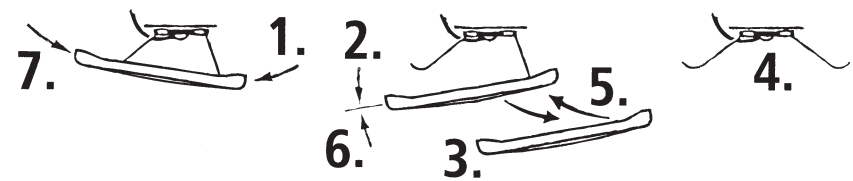
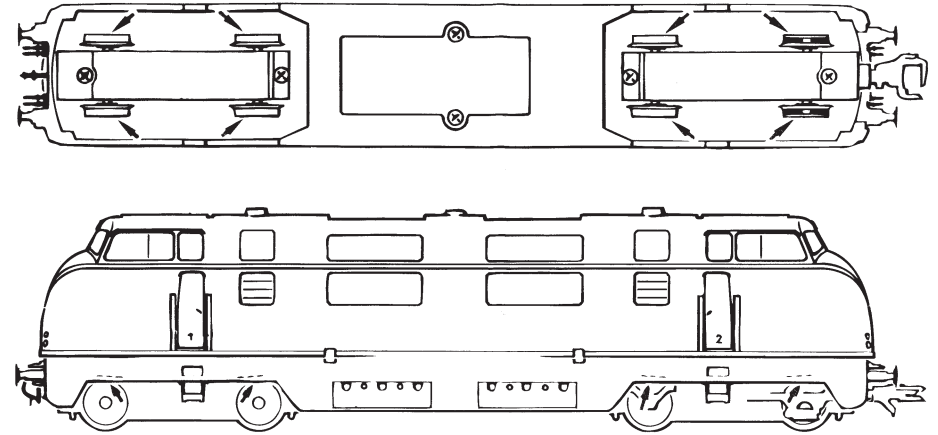

Fig. 7
Fig. 4
**5. Kohlebürstenwechsel:** Lokgehäuse abnehmen (Fig. 4). Danach wird der **Motor ausgebaut** (Fig. 10) und die **Kohlebürsten ausgewechselt**.
**Exploitation en télécommande multi-trains:** Veuillez démonter d'abord la caisse (fig 4). Enlevez ensuite la fiche de shuntage de l'interface (à conserver!) et enfichez finalement la fiche du module de télécommande aux prises de l'interface. Veillez à la position correcte de la fiche (voir fig. 6).
**2. Graissage:** N'appliquez **qu'une tout petite goutte** aux endroits indiqués par le plan de graissage (fig. 9) après avoir démonté la caisse de la locomotive (fig. 4). Nous vous recommandons le **graisseur à huile ROCO réf. 10906**. Pour graisser les engrenages (roues dentées, vis sans fin,...) nous vous conseillons la **graisse spéciale Roco ref. 10905** pour engrenages en matières synthétiques. Lorsque vous utilisez cette graisse il faut éviter d'huiler ces composants.
**3. Remplacement des ampoules:** Veuillez démonter d'abord la caisse de votre locomotive (fig. 4), puis vous pouvez **échanger les ampoules** (voir fig. 7).
**5. Remplacement des balais du moteur:** Démontez la caisse (voir fig. 4). Sortez ensuite le moteur de son longement (voir fig. 10) et échangez finalement le balais.
**Running in digital mode:** First remove loco body (fig. 4). Then remove the jumper from the interface. Finally put the plug of the chip into the interface as shown in fig. 6.
**2. Lubrication:** Apply **tiny oil drops** to spots marked in fig. 9. Prior to lubrication dismantle locomotive (fig. 4). We recommend using item no. **10906, Roco oiler**. For lubrication the gear-parts (e.g. cog-wheels, worm,...) we would recommend our Roco **special grease** (item No. **10905**).
**3. Change of lights:** First remove loco body (fig. 4) and then change **lights**. (fig. 7).
**5. Carbon Brush Changing:** First **remove** loco body (fig. 4), and then the **motor** (fig. 10).
see } Fig. 4